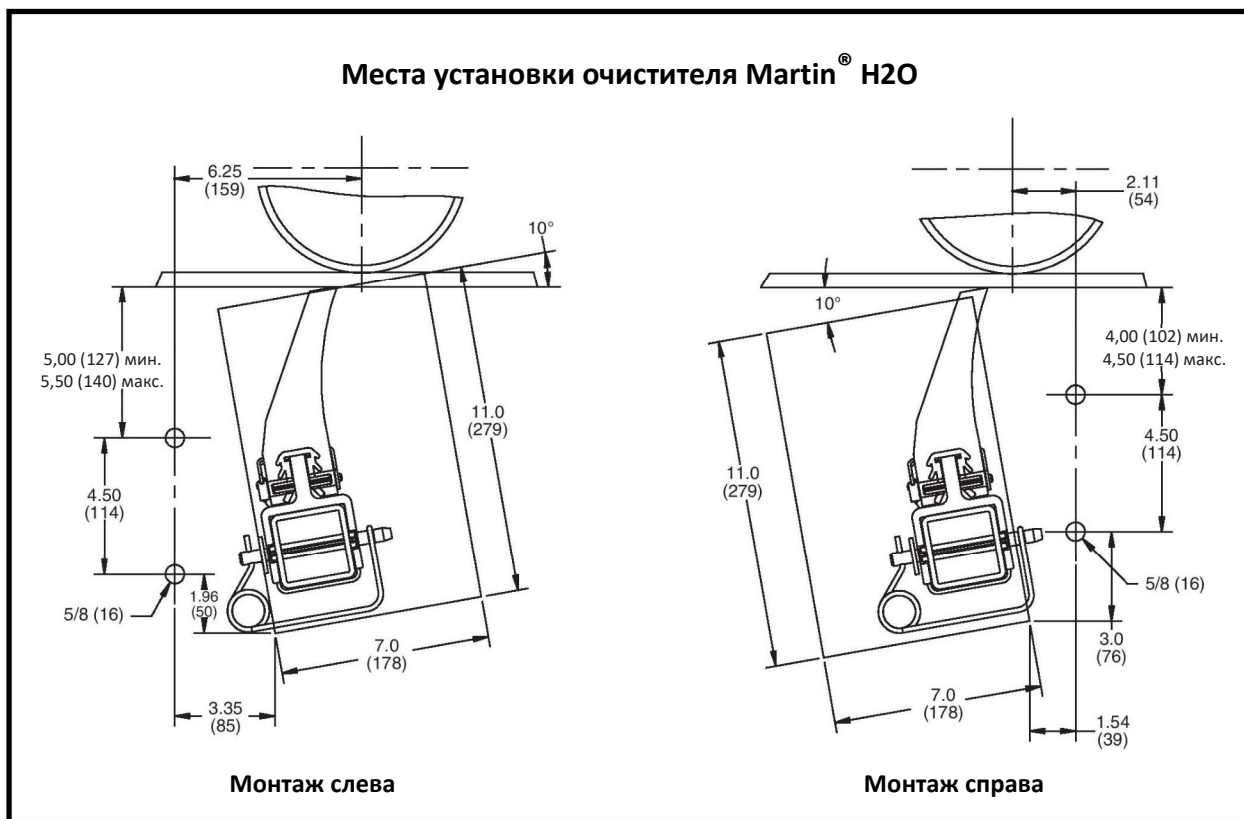

Рисунок 1. Место установки
1. Отметьте место выреза желоба и монтажные отверстия, как показано на Рис. 1. Повторите процедуру с обеих сторон желоба. При этом необходимо убедиться, что вырезы точно совпадают друг с другом.
1. Вставьте скребок в раму, расположив его так, как показано на Рис.1. Надавите дальним концом скребка на неподвижный штифт до фиксации.